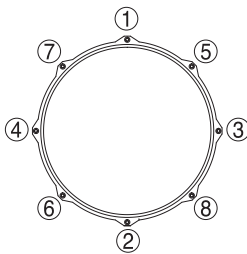

図1-1B
- * ヘッドを張る際には、一箇所だけを強く締めないでください。最初はチューニングキーを使わず、指で締められる程度に各ボルトを締め、その後チューニングキーを使って図1-1Bのように対角線の順に少しずつ均等に締めるとうまくなります。